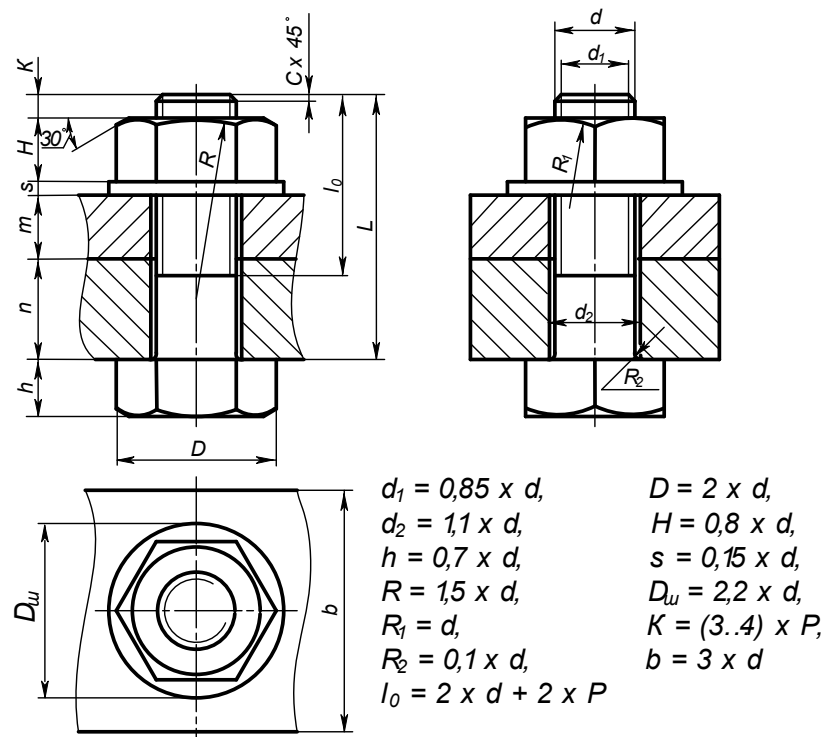

Рисунок 14 Условное изображение соединения деталей болтом и соотношения размеров деталей
- а) выполнить расчет размеров болта по формулам (рисунок 14)